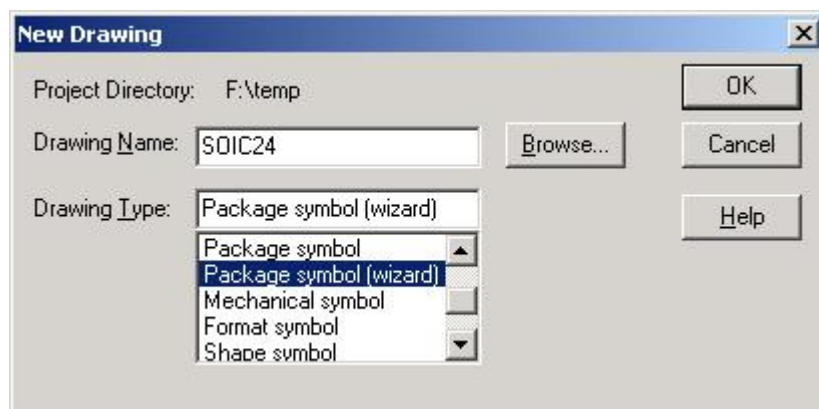

图 6-16 选择向导器设计封装
- 1) 首先进入 Allegro 工作界面，选择 File --- New 命令，打开 New Drawing 对话框，在 [Drawing Name] 文本框里输入名称 “SOIC24”，各种类型元件的命名规则详见第 5 章 PCB 封装库设计规范，在 [Drawing Type] 下列表中选择 “Package symbol (wizard)” ，如图 6-16 所示，单击 OK 按钮进入下一步。